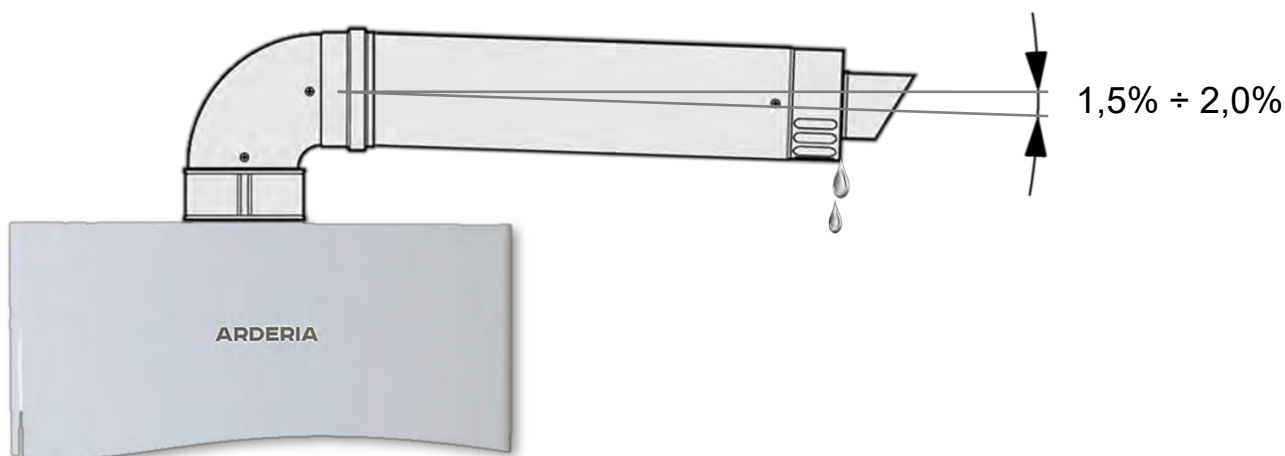

Рис. 29 Установка горизонтального конечного участка коаксиального дымохода
- Для удаления конденсата конечный горизонтальный участок дымохода **следует** монтировать с уклоном наружу (по направлению от котла) в 1,5% ÷ 2,0% (См. Рис. 29)